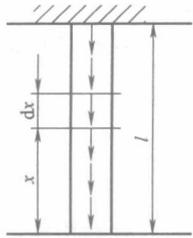

图 1-7
**【例 1-11】** 如图 1-7 所示, 试求自由悬挂的直杆由自重引起的应力和变形。设杆长  $l$ 、截面面积  $S$ 、密度  $\rho$  及杨氏模量  $E$  均已知。